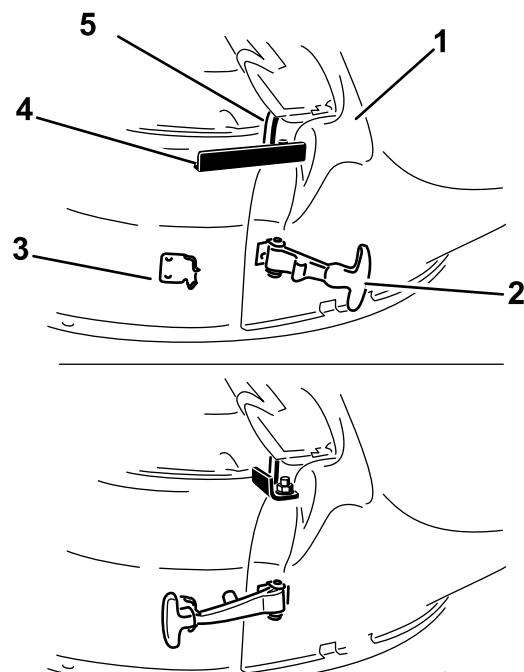

Figura 12
6. Sujete el conducto a la plataforma de 42 pulgadas. Enganche el cierre flexible del conducto en el soporte de retención soldado a la plataforma del cortacésped, detrás del orificio (Figura 12). Conecte la pletina de retención alrededor de la varilla de pivotar para sujetar el conducto.